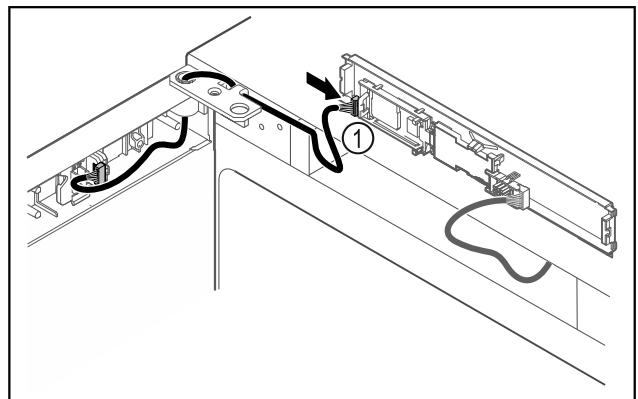

Fig. 43
- Introduceți fișa Fig. 43 (1) la placa electronică.